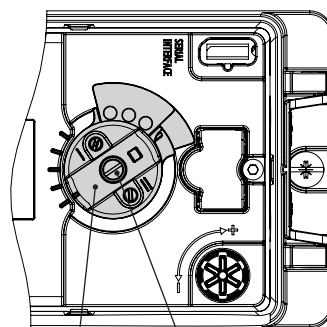

Рис. 5-5: Блокировка вала
- Не поворачивайте ручку через стопорный винт, а только вручную (см. Рис. 5-5)
- Установите позиционер на крышку (10) таким образом, чтобы следящий штифт (2) расположился на верхней стороне зажима следящего механизма (3). Отрегулируйте рычаг (1) соответствующим образом и удерживайте фиксатор вала позиционера при открытой крышке (см. Рис. 5-5). Рычаг (1) должен укладываться на зажим следящего механизма усилием пружин. Закрепите позиционер двумя крепёжными болтами на крышке (10).
- Установите крышку (11) на противоположной стороне. Следите за тем, чтобы при установленном регулирующем клапане вентиляционная заглушка была обращена вниз, так как это необходимо для оттока скопившейся конденсационной влаги.
- Проверьте положение следящего штифта (2) на рычаге М (1). Положение при монтаже сверьте с Таблицами значений хода и при необходимости переместите штифт (см. раздел 5.4).
- Установите фасонное уплотнение (15) в паз корпуса позиционера.
- Установите позиционер на крышку таким образом, чтобы следящий штифт (2) расположился на верхней стороне зажима следящего механизма (3). Отрегулируйте рычаг (1) соответствующим образом и удерживайте фиксатор вала позиционера при открытой крышке (см. Рис. 5-5). Рычаг (1) должен укладываться на зажим следящего механизма усилием пружин. Закрепите позиционер двумя крепёжными болтами на крышке (10).
- Проверьте, установлен ли выступ уплотнения (16) сбоку на соединительном блоке таким образом, что символ привода «шток привода выдвигается» или «шток привода втя-